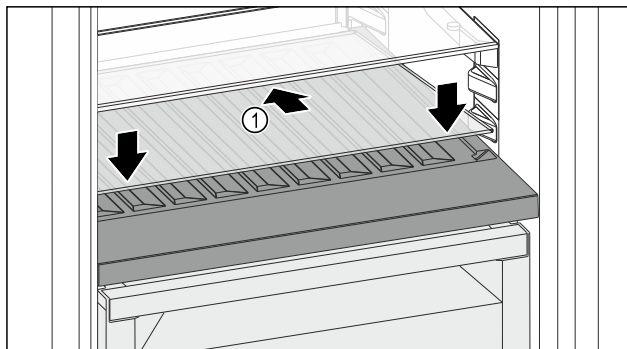

Fig. 88
- ▶ Ustawić płytę szklaną Fig. 88 (1) pod kątem, nachyloną do tyłu w dół.
- ▶ Opuścić płytę szklaną Fig. 88 (1) z przodu.